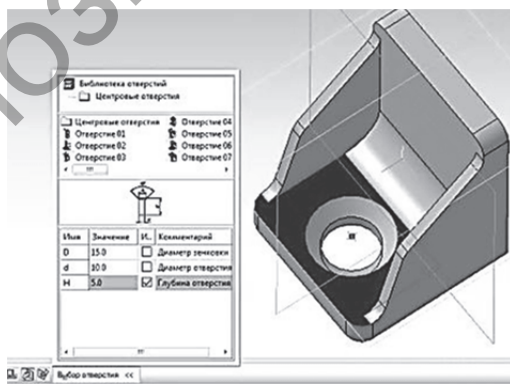

Рисунок 11.11
10. Выделите курсором верхнюю грань основания уголка и создайте отверстие, щёлкнув по кнопке «Отверстие» (рис. 11.11). В появившемся окне «Библиотека отверстий» выберите вариант «Отверстие 03» и задайте следующие параметры: D (диаметр зенковки) — 15, d (диаметр отверстия) — 10, H (глубина отверстия) — 5. Укажите координаты точки привязки (0, -10) и щёлкните на кнопке «Создать объект».